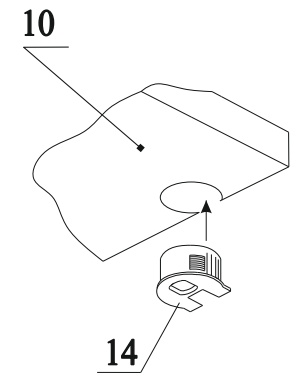

Рис.9
17. В отверстия на детали 10 вбить полкодержатель с эксцентриком 14 (рис.9);